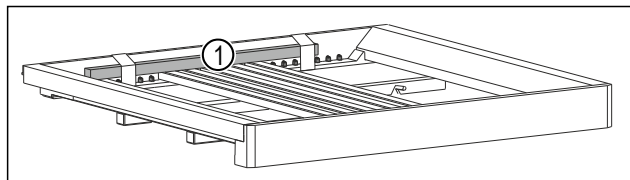

Fig. 7*
- ▶ Rimuovere l'asta in legno Fig. 7 (1).*